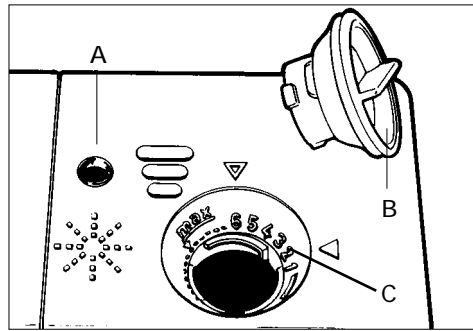

fig. 5
- Ouvrir le distributeur de lustrant de rinçage (voir fig. 5) situé sur la face intérieure de la porte, à côté du distributeur de détergent. Les distributeurs varient en fonction du type de machine, mais le principe reste le même.